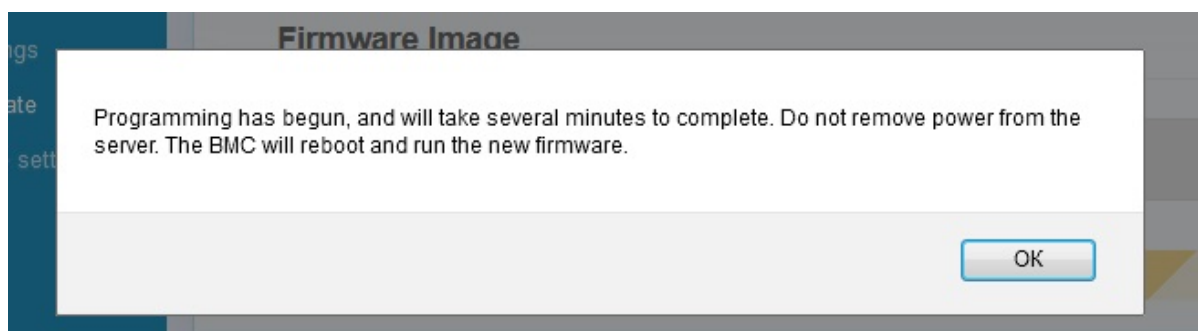

Рис. 92. Окно процесса установки обновления
- 6) После нажатия кнопки «UPLOAD FIRMWARE» появиться окно установки обновления. Окно показано на рис. 92 Окно процесса установки обновления